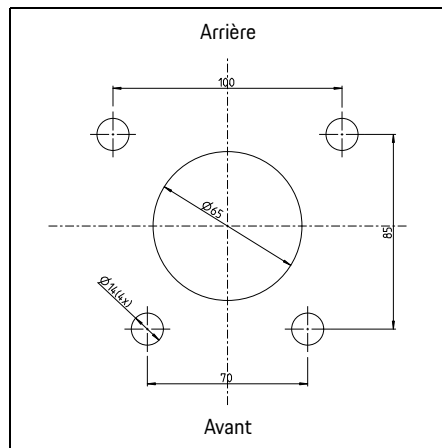

Fig. 2 : Cotes de perçage
- ▶ Cotes pour tiges d'ancrage, voir Fig. 2.